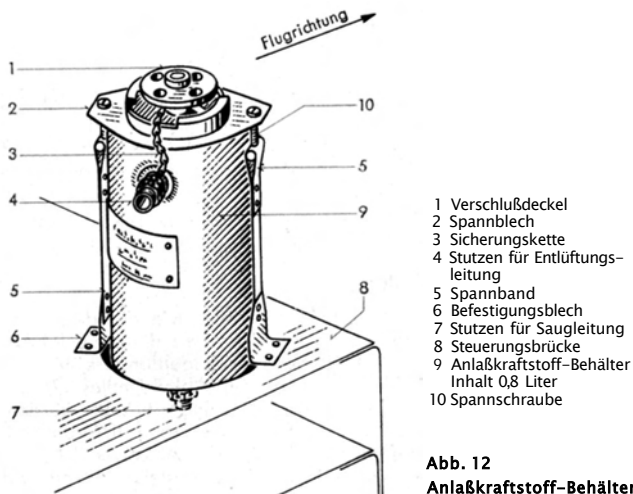

Abb. 12
Das Kraftstoffgemisch zum Einspritzen in den Motor beim Anlassen wird einem Behälter (9) (Abb. 12) entnommen, der auf der Steuerungsbrücke (8) angeordnet ist. Hier ist er mit Befestigungsblechen (6) und Spannblech (2) sowie zwei Spannbändern (5) und Spannschrauben (10) auf der Brücke (8) befestigt.